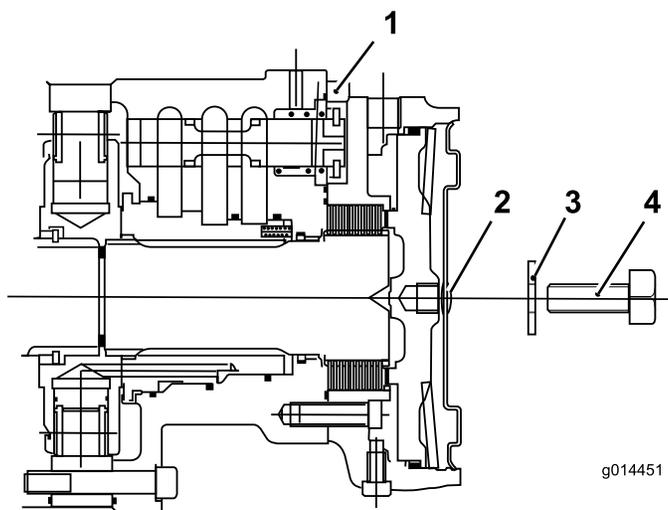

図 48
- C. モータのエンドプレートに六角プラグを取り付ける（図 48）。